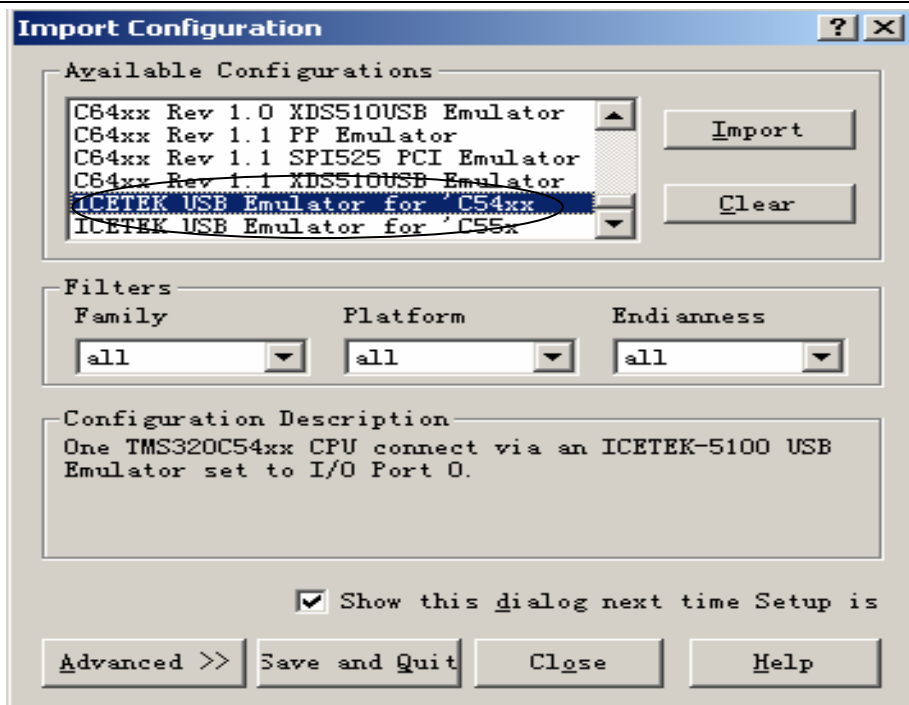
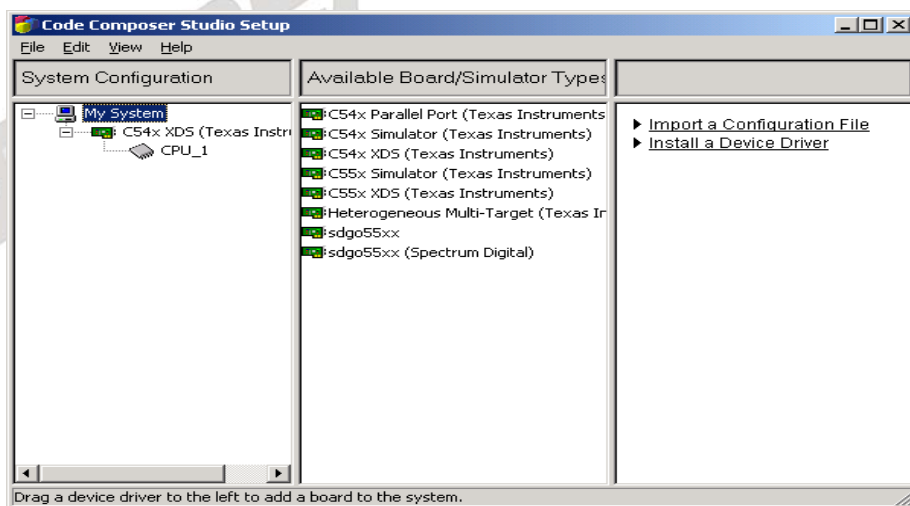

图 7.11 开发软件配置驱动图示 1
图 7.12 开发软件配置驱动图示 2
2. 此时，打开配置程序如图 7.11，如果显示界面与此不一样，请跳到 3。
- 如果显示界面如图 7.12，请执行主选单“File”下的“Import...”选项，此时，可以看到如图 7.11 所示的对话框：
- 在图 7.11 的对话框中，点击“Clear”按钮，这样将会清除原有的配置。然后，在列表框“Available Configurations”中加亮“ICETEK-5100 USB Emulator for c54xx”选项。如图 7.11 种圆圈所示。点击对话框中的“Import”按钮，然后点击“Close”按钮，回到 3 所示的界面中。